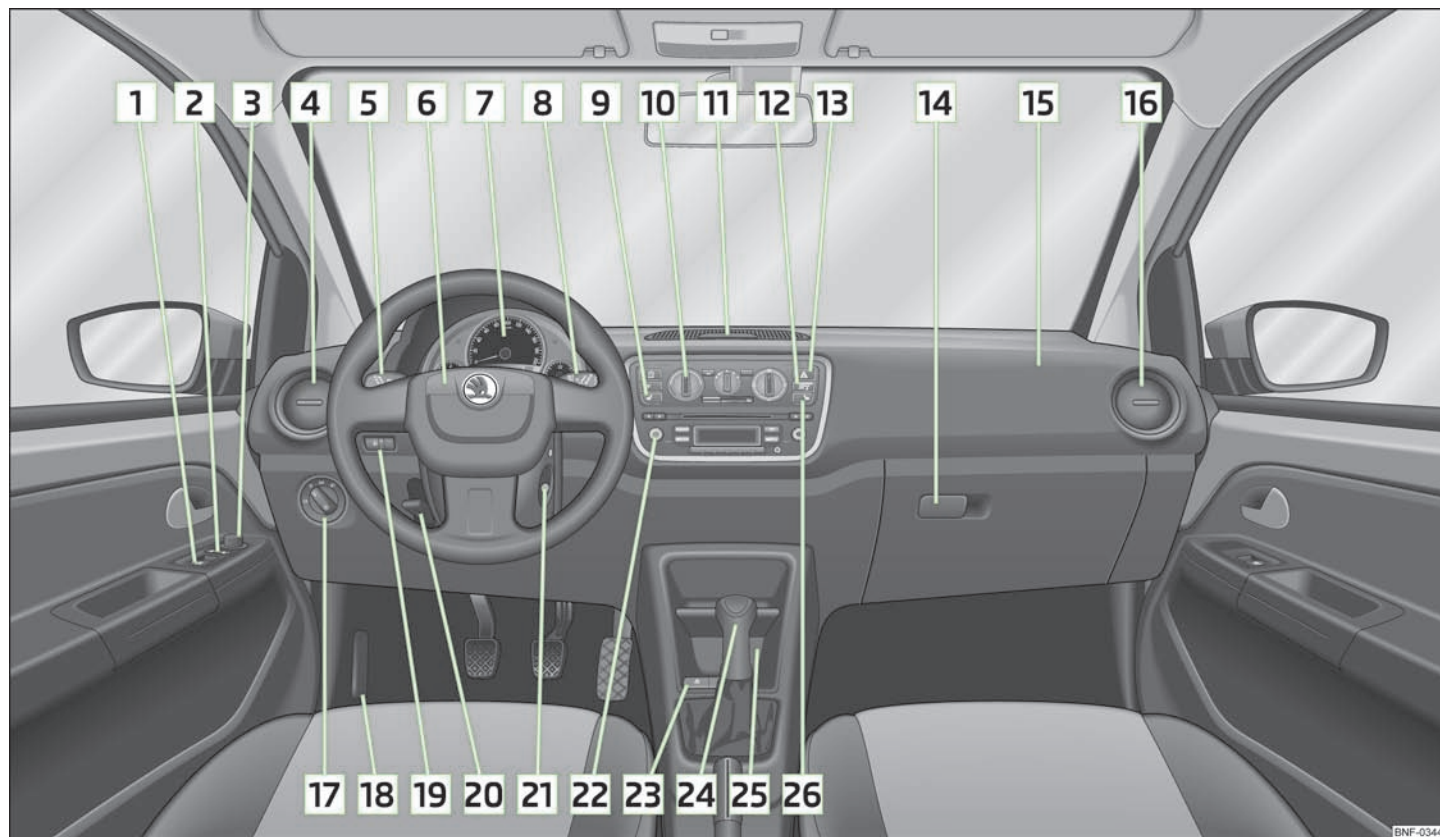

Fig. 1 Poste de conduite
- La disposition des commandes diffère partiellement de celle indiquée dans » fig. 1 sur les véhicules avec direction à droite. Les symboles des commandes sont toutefois identiques.